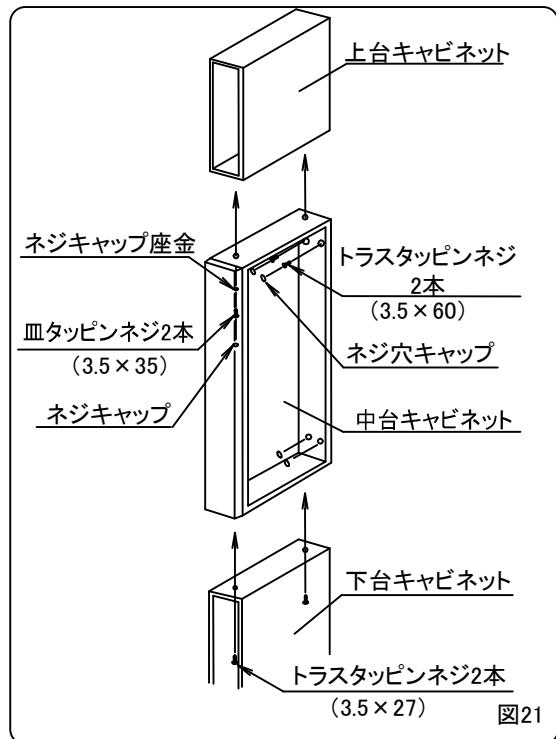

図21
- ④下台キャビネットに中台キャビネットを乗せ、両キャビネットの前面側面を合わせてネジ(トラスタッピンネジ3.5×27)で連結してください。(図21)
- ⑤中台キャビネットに上台キャビネットをのせ、両キャビネットの前面側面を合わせてネジキヤップ座金を通したネジ(皿タッピンネジ3.5×35)で連結してください。(図21)
- ⑥ネジキヤップ座金にネジキヤップをはめ込んでください。(図21)
- ①設置場所にキャビネットを仮置きし、中台キャビネット後板上方の下穴よりネジ(トラスタッピンネジ3.5×60)2本で固定してください。(図21)
- ②中台キャビネット後板の下穴にネジ穴キヤップをはめ込んでください。(図21)
- ③木口カバー裏面にシリコンを塗布し、両面テープで中台キャビネットの木口に貼付けてください。